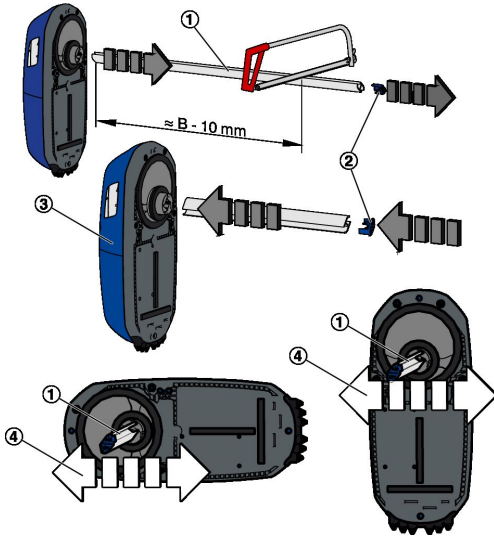

Abb. 8: Einbau RM-O-M in horizontaler Luftleitung
2. ▶ Bei B oder ØD < 600 mm: Luftleitprofil (Abb. 8) auf $\approx B$ oder $\text{ØD} - 10$ mm kürzen.
3. ▶ Endkappe (Abb. 8/2) am gekürzten Ende des Luftleitprofils aufstecken.